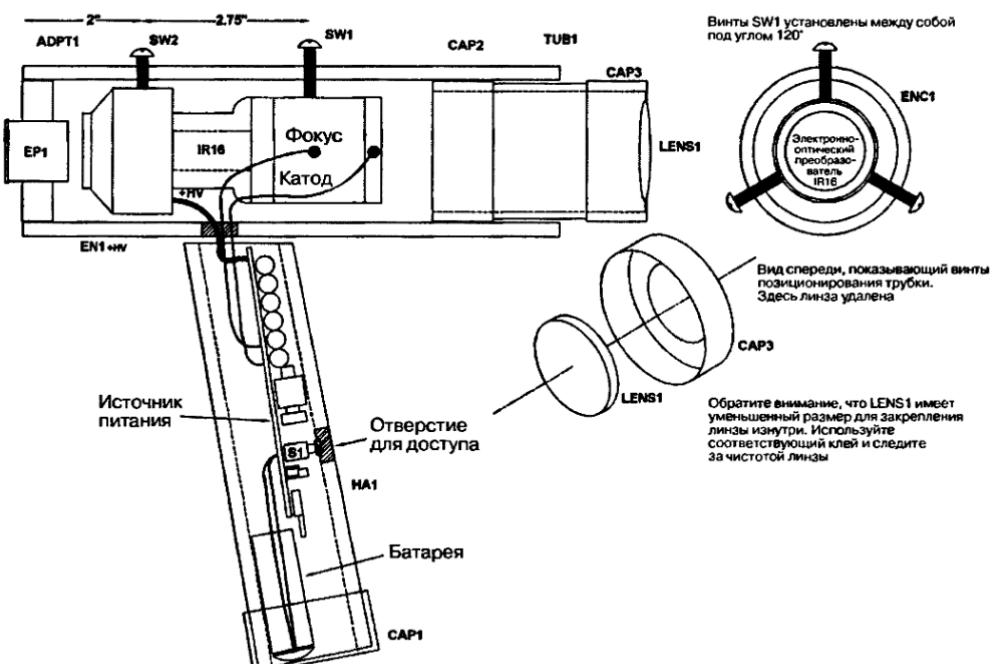

Рис. 23.4. Вид устройства, показывающий внутреннее строение в рентгеновских лучах
- Изготовьте корпус EN1 из трубы PVC длиной 17,78 см с внутренним диаметром 6,03 см. Обратите внимание на отверстие около рукоятки HA1 для подвода проводов высокого напряжения к трубке от платы источника питания и отверстия для фиксации и центровки трубы с резьбой 1/4–20 (рис. 23.4). Три отверстия расположены по радиусу под углом 120°.